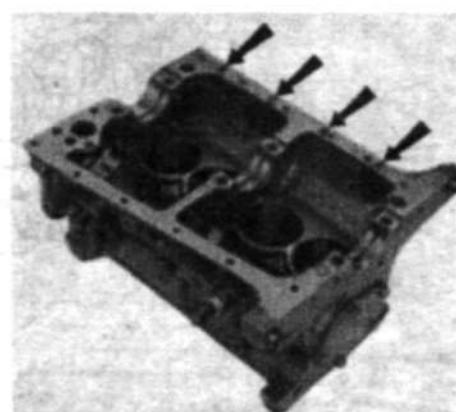

Рис.1.13. Стрелками показаны буквы, указывающие на класс цилиндров в соответствии с их фактическими диаметрами (раздел 29).
5. На блоке цилиндров рядом с каждым цилиндром имеются буквы. Там же самые буквы можно найти на нижней поверхности каждого поршня. Это стандартные размеры поршней, которые будут одинаковы для всех цилиндров. Если вы устанавливаете стандартные поршни или меняете стандартные низкокомпрессионные кольца на стандартные же высококомпрессионные, необходимо подобрать поршни с теми же буквами, что и старые (см. рис.1.13).